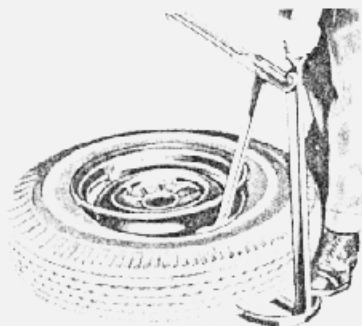

fig. 2 — ferramenta para afrouxar talões
2. Afrouxar os talões do pneu com a ferramenta ilustrada na fig. 2.